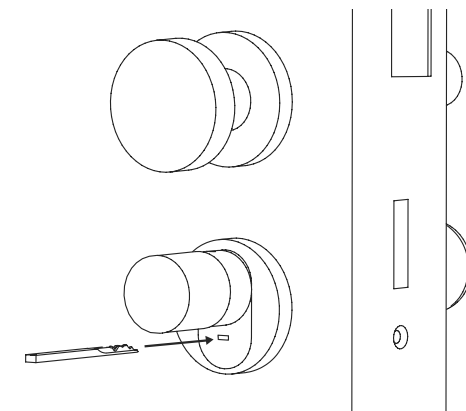

Abb. 11
- 1 Zum Öffnen des Schlosses, klappen Sie den Notschlüssel am Gelenk auf und führen Sie ihn anschließend durch den angedeuteten Schlitz auf der Notschlossabdeckung ein (Abb. 11).